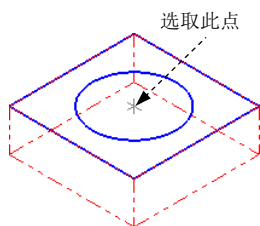

图 9.7.11 选取钻孔点
Step2. 设置加工区域。在图形区中选取图 9.7.11 所示的点，单击  按钮，完成加工点的设置，同时系统弹出“2D 刀具路径-螺旋铣孔”对话框。